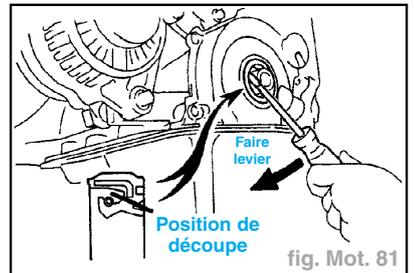

fig. Mot. 81
- A l'aide d'un tournevis, extraire la bague d'étanchéité en faisant levier (fig. Mot. 81).